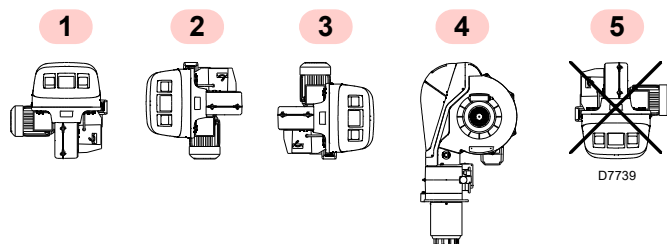

Рис. 9
- Горелка предназначена исключительно для функционирования в положениях 1, 2, 3 и 4 (Рис. 9).